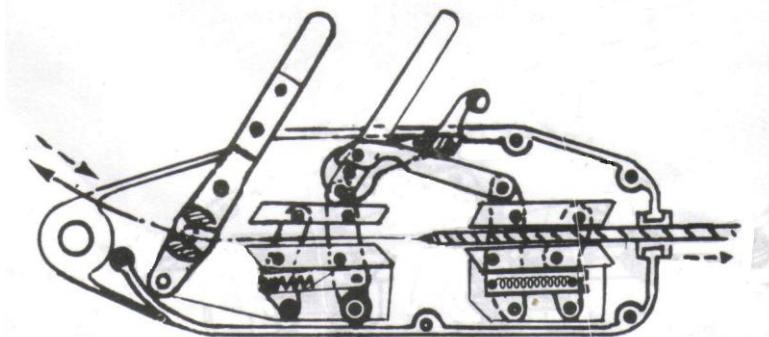

Рис.1 Конец троса входящий и выходящий.
1. Вставка троса. (Рис.1) Опустите конец троса и нажмайте на рычаг вперед-назад.
(3) Остановить. Всякий раз, когда вы поднимаете или опускаете груз, можно в любой момент зафиксировать его в нужном положении, для этого нужно нажать рычаг остановки.
(4) Вытащить трос из лебедки. (Рис.1) В конце работы зубцы захватов раскроются сразу же, как только вы нажмете освобождающий рычаг, а затем трос выйдет из нижнего отверстия лебедки.